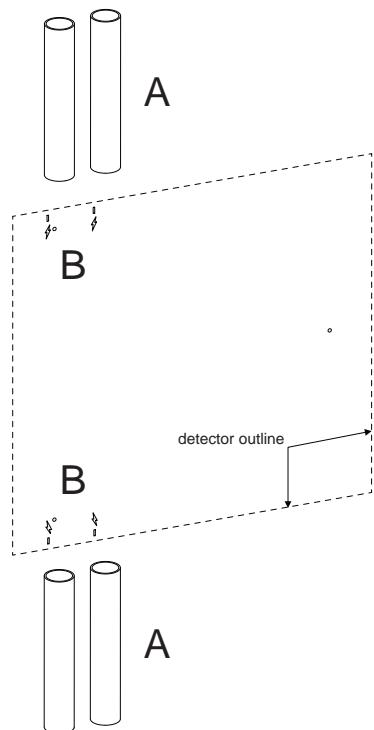

Рис. 4-10: Размещение монтажного шаблона
1. Разместите монтажный шаблон так, чтобы выровнять кабелепровод (A) по установочным меткам (B) (Рис. 4-10).